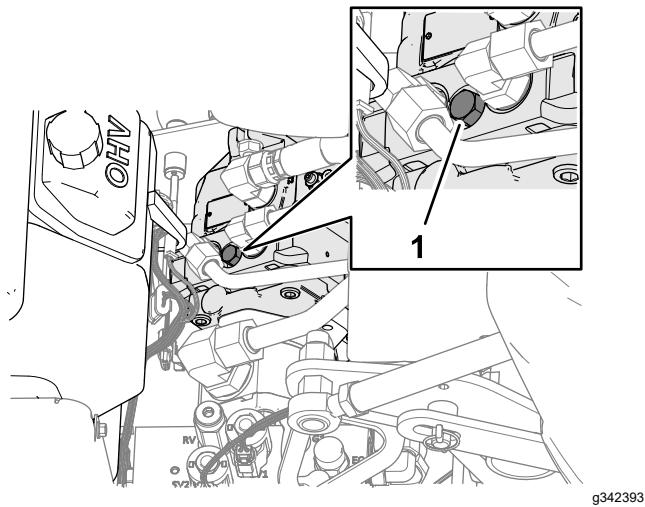

図 116
4. **図 116**のように、エンジンと油圧ポンプの間にいるバイパスバルブねじのカバーを探し出す。